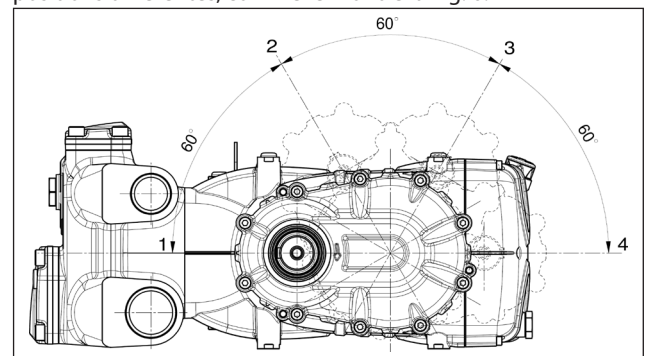

Fig. 6
~ 4,8 litres pour les versions avec réducteur sur les rep. ① et ④ (Fig. 6). Cette quantité sera légèrement inférieure pour les rep. ② et ③.
Il est également possible d'installer le réducteur sur 4 positions différentes, comme le montre la Fig. 6.